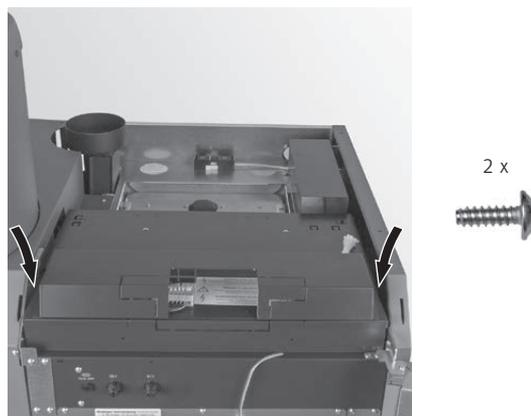

Fig. 96 Avvitare la copertura con 2 viti autofilettanti
► Avvitare la copertura con 2 viti autofilettanti – Fig. 96.